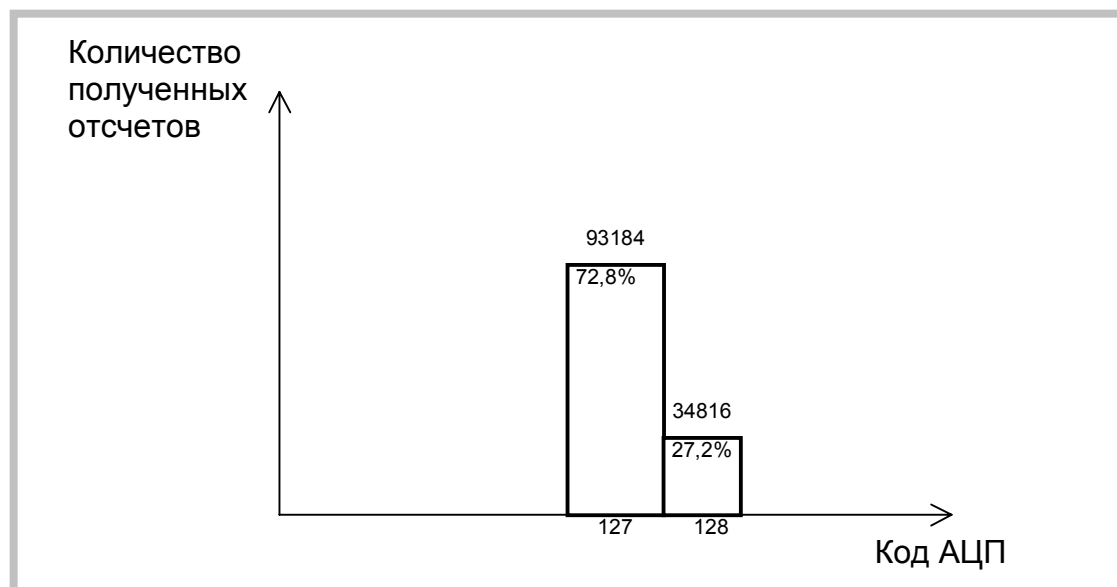

Рисунок 14. Статистика результатов данных 1
- 1) Диапазон входного сигнала АЦП платы ЛА-н10М6 $\pm 0,5\text{В}$. Частота запуска АЦП - 6,25 МГц. Число собранных отсчетов 128000 (Рисунок 14).